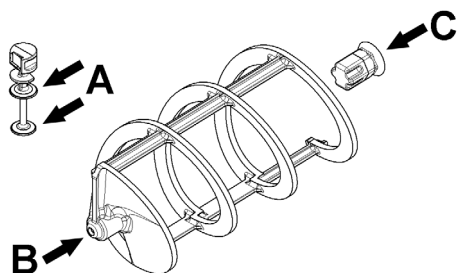

Bild 9
- 2 Den Kolben des Zapfhahns, den Sechskantanschluss und den Rührarm an den in (Bild 9) gezeigten Punkten schmieren, dabei ausschließlich das dem Gerät mitgelieferte Schmierfett oder andere Fette verwenden, die den Vorschriften der Nahrungsmittelindustrie entsprechen.